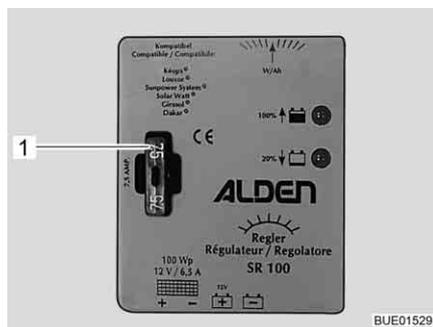

Bild 182 Sicherung Solar-Laderegler 100 W
- Flachsicherung 5 A/hellbraun (Bild 182,1) wechseln.